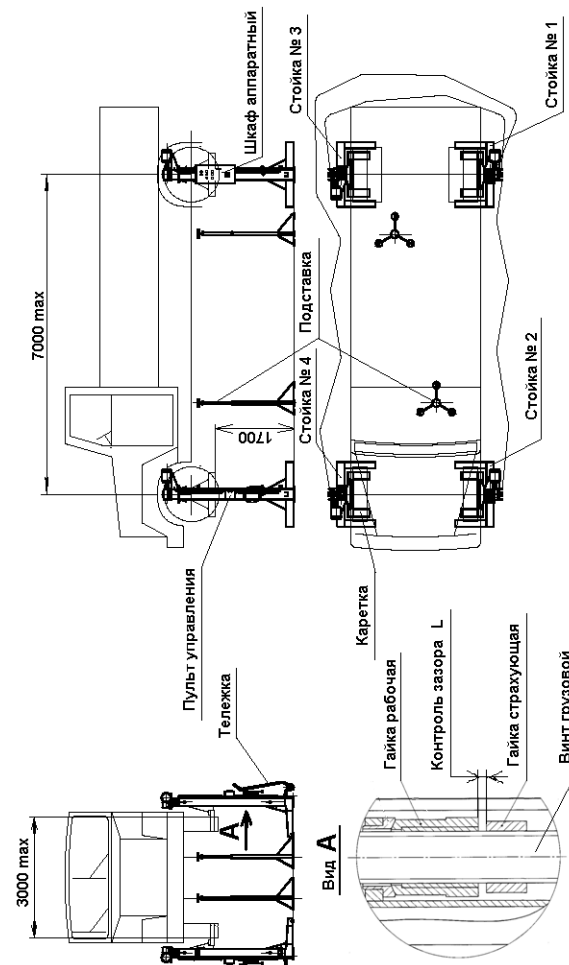
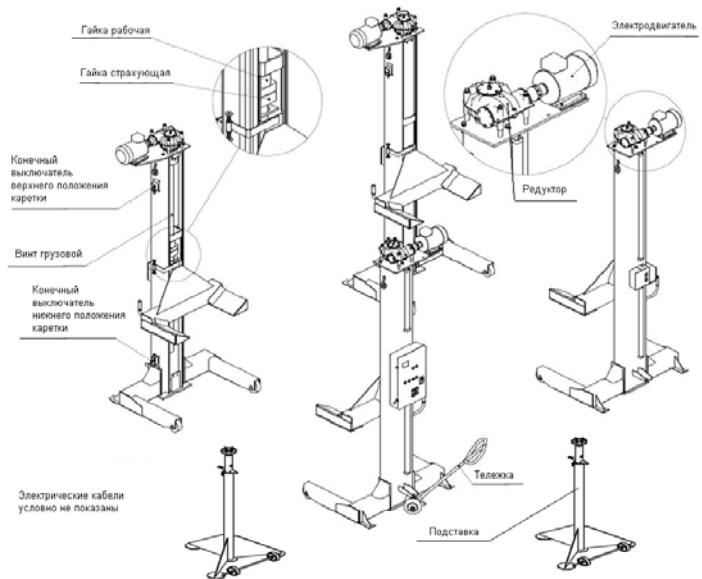

Рис. 1. Подъемник передвижной
Рис. 2. Составные части подъемника передвижного ПП – 30М
4.1. Подъемник состоит из четырех стоек (см. Рис.1 и Рис.2), каждая из которых имеет электромеханический привод, каретку, грузовой винт, рабочую и страховую гайки, конечные выключатели верхнего и нижнего положения кареток. На первой стойке установлен шкаф аппаратный, имеющий корпус с панелью электрооборудования, автоматический выключатель, лампочку «Сеть», «Авария», кнопки «Вверх» и «Вниз» для управления первой стойкой и кнопки «Вверх» и «Вниз» для управления всеми стойками одновременно. На остальных стойках установлены посты управления с кнопками «Вверх» и «Вниз» для управления данной стойкой.
- проверить зазоры L (см. Вид А на рис.1) между страхующей и рабочей гайками во всех стойках (см. п. 5.18). Результаты замеров зафиксировать в таблице № 2.